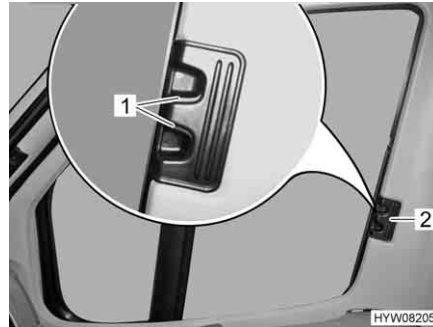

Bild 89 Faltschutz für Fahrer-/Beifahrerfenster
- Entriegelungsgriffe (Bild 89,1) zusammendrücken und gedrückt halten.
- Die Faltschutzmechaniken für das Fahrerfenster und das Beifahrerfenster am Griff (Bild 89,2) zur anderen Fensterseite ziehen und an den Magnetstreifen aneinanderfügen.
- Die Faltschutzmechaniken für das Fahrerfenster und das Beifahrerfenster am Griff (Bild 89,2) bis zum Anschlag einschieben.
- Entriegelungsgriffe (Bild 89,1) loslassen und einrasten lassen.